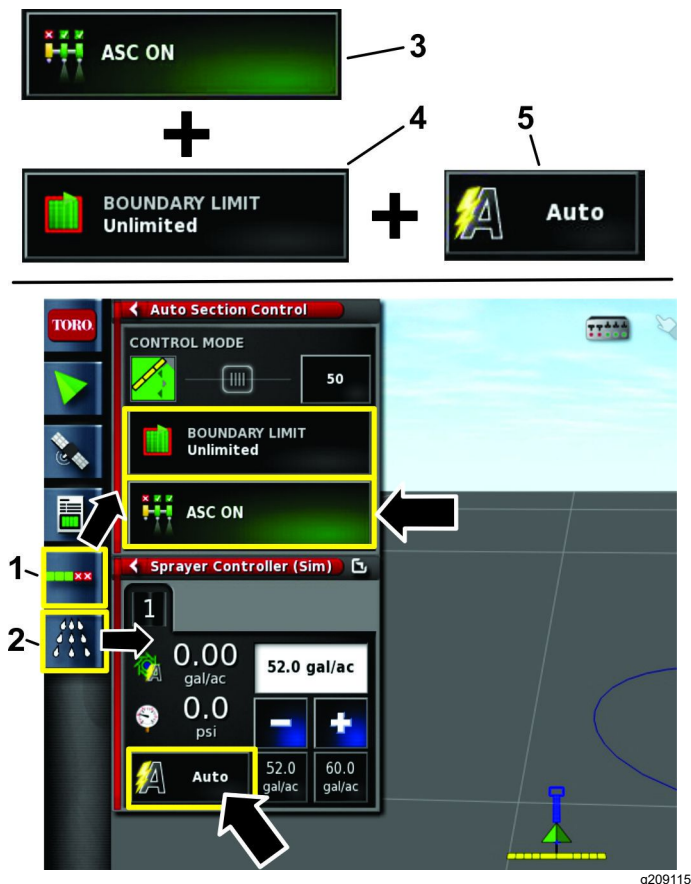

Figura 112
1. Pressione o ícone CONFIGURAÇÃO DO CONTROLO AUTOMÁTICO DE SECÇÕES e o ícone COMANDO DO PULVERIZADOR (Figura 112).
2. No ícone ASC, selecione LIGAR, no ícone de controlo limítrofe, selecione SEM CONTROLO LIMÍTROFE e no ícone de controlo da taxa de aplicação, selecione AUTO (Figura 112).